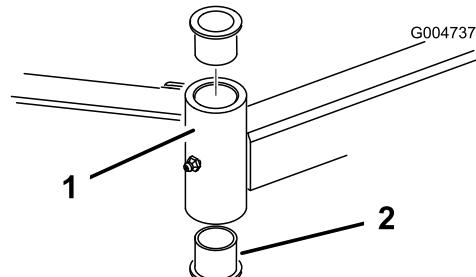

Figura 27
- Inserite un punteruolo nella parte superiore o inferiore del tubo di fissaggio, e spingete la boccola fuori del tubo (Figura 27). Estraete dal tubo anche l'altra boccola. Pulite l'interno dei tubi di fissaggio.